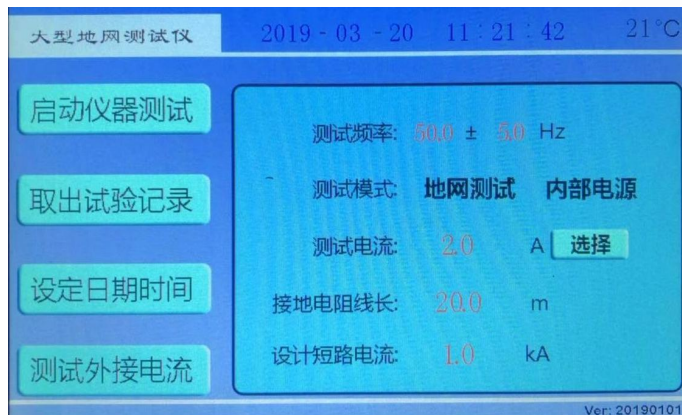
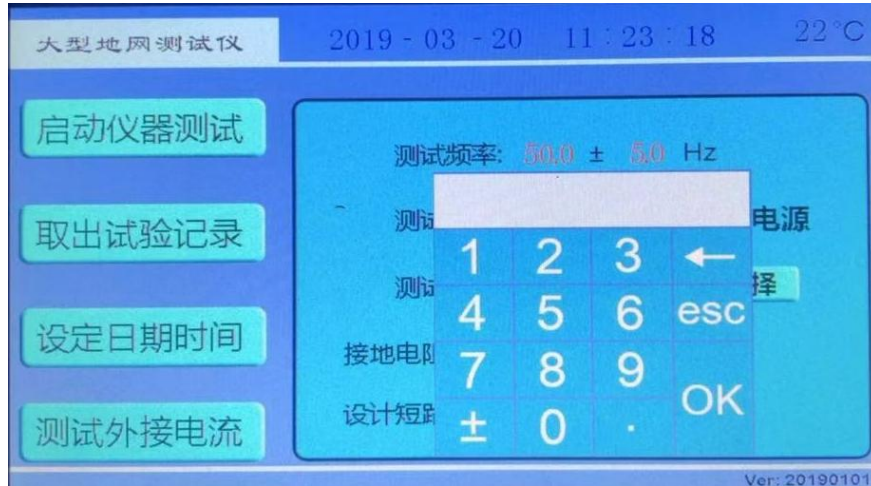
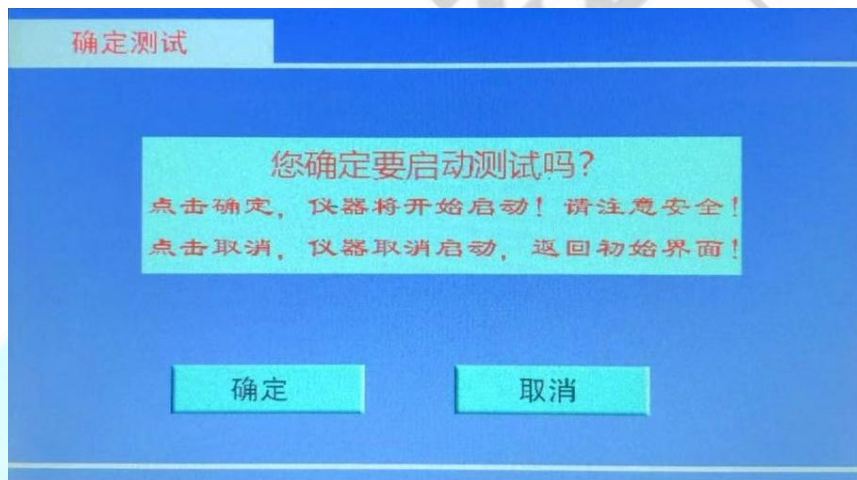

图 5 开机界面
图 9 红色数字参数修改界面
图 10 测试确认界面
1. 打开电源开关，计算机进行自检，几秒钟后，液晶屏显示中文主菜单如图 5 所示，表示自检成功。
7) 开机界面(图 5)下，红色数字的修改。如测试频率等项目，只需要使用触屏笔或手指点击，就可弹出数字键盘，然后修改即可。（图 9）
在开机界面(图 5)下，测试模式选择**地网测试**，使用触屏笔或手指点击**启动仪器测试**，出现测试确认界面（图 10）：
点击**确定**，将开始升流测试。**请确认已经接好测试线**。此时将出现**地网测试**界面(图 11)。点击**取消**，仪器将返回开机界面(图 5)。
此时按下**退出**，返回到开机界面(图 5)。按下**打印**，打印出结果。
在开机界面(图 5)下，测试模式选择**接地电阻**，（线长一般选择 20 米）使用触屏笔或手指点击**启动仪器测试**，出现测试确认界面（图 14）：
点击**确定**，将开始升流测试。**请确认已经接好测试线**。此时将出现**接地电阻**测试界面(图 15)。点击**取消**，仪器将返回开机界面(图 5)。
在开机界面(图 5)下，测试模式选择**恒流测试**，（短路电流一般为 1kA）使用触屏笔或手指点击**启动仪器测试**，出现测试确认界面（图 18）：
此时将出现**恒流测试**界面(图 19)。点击**取消**，仪器将返回开机界面(图 5)。